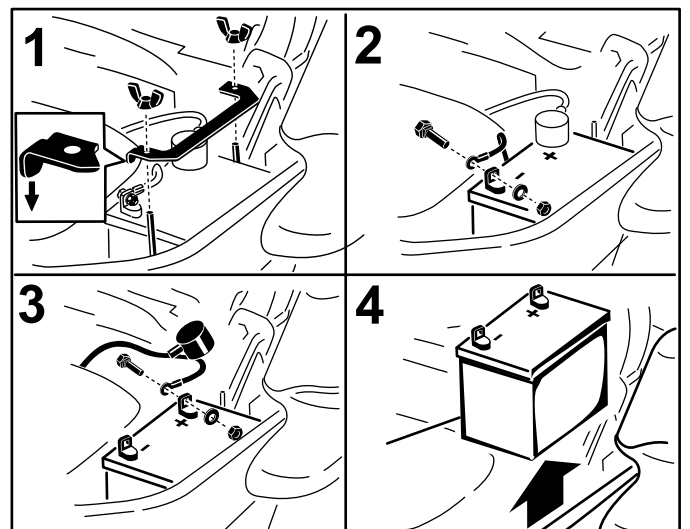

Figura 54
3. Desconecte el cable negativo (negro) de la batería del borne negativo (-) de la batería (Figura 54).
4. Retire la cubierta de goma roja del borne positivo (+) de la batería y retire el cable positivo (rojo) (Figura 54).
5. Retire la tuerca de orejeta que sujeta la abrazadera de la batería (Figura 54).
6. Retire la abrazadera (Figura 54).
7. Retire la batería (Figura 54).
1. Coloque la batería en la bandeja, con los bornes frente al depósito hidráulico (Figura 54).
4. Fije los cables con 2 pernos, 2 arandelas, y 2 contratuerzas (Figura 54).
6. Instale la abrazadera y sujétela con la tuerca de orejeta (Figura 54).